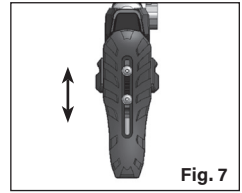

Fig. 7
- Afloje los dos tornillos de ajuste con una llave Allen de $\frac{3}{32}$ (Fig. 7).